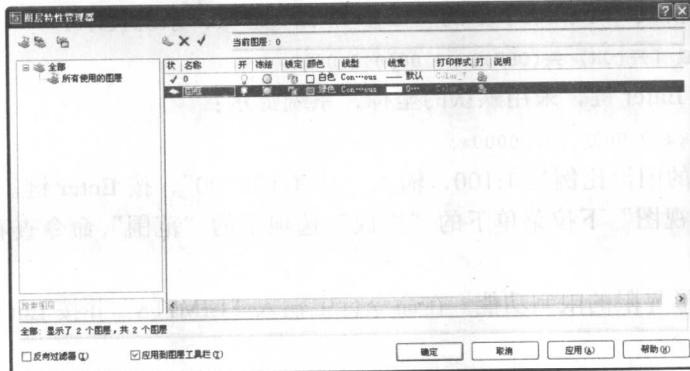

图 1-4
(2) 新建一个名为“图框”的新图层，设置该图层颜色为“绿色”，线宽为“0.80 毫米”，其他按默认设置，结果如图 1-4 所示。